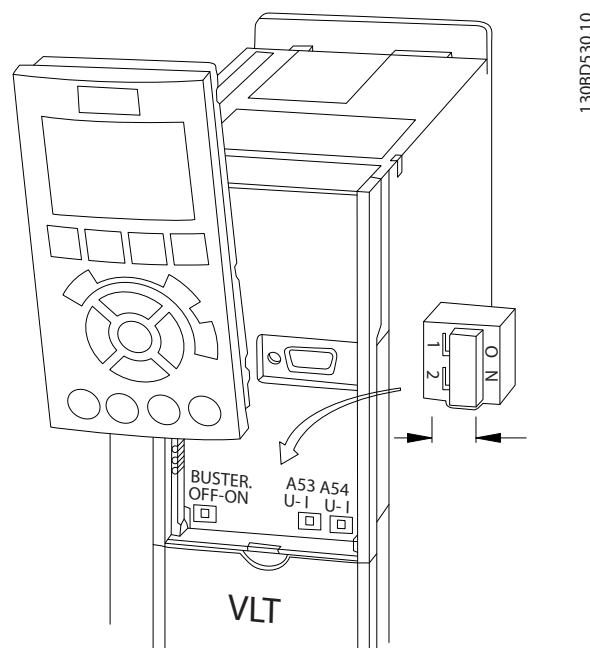

Рисунок 4.26 Расположение переключателей клемм 53 и 54
1. Снимите панель местного управления (LCP) (см. *Рисунок 4.26*).